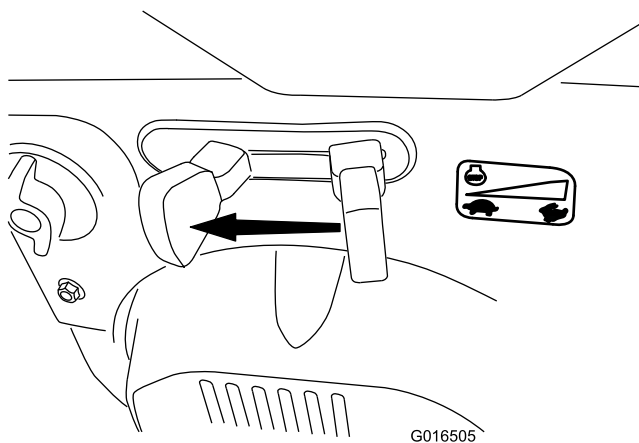

Figure 32
1. Déplacez la commande d'accélérateur en position Bas régime, puis en position Arrêt (Figure 32) pour couper le moteur. Il est également possible de couper le moteur en tirant la clé de contact vers l'extérieur, à la position centrale.